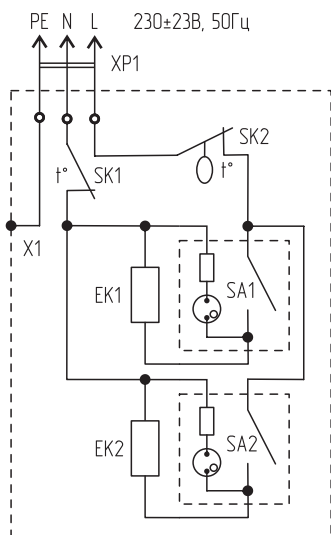

Рисунок 4.
5.2. Схема электрических соединений и узлов показана на рис.4. Нагревательный элемент имеет два независимых нагревателя EK1 и EK2, которые могут включаться независимо друг от друга, обеспечивая 100% или 50% номинальной мощности конвектора. В цепь питания нагревателей включены роковые переключатели с подсветкой SA1 и SA2, термовыключатель защиты от перегрева SK1 и биметаллический термостат SK2.